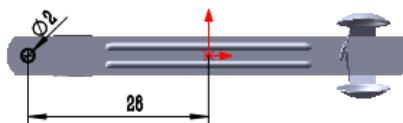

图 15.4.52 横断面草图
- ② 定义横断面草图。在草图环境中绘制图 15.4.52 所示的横断面草图。
- (3) 定义切除深度属性。在“切除一拉伸”对话框 方向1 区域的 下拉列表中选择 **给定深度** 选项，选中 与厚度相等(L) 复选框与 正交切除(N) 复选框。其他选择默认设置值。
- (4) 单击 \checkmark 按钮，完成切除一拉伸5的创建。